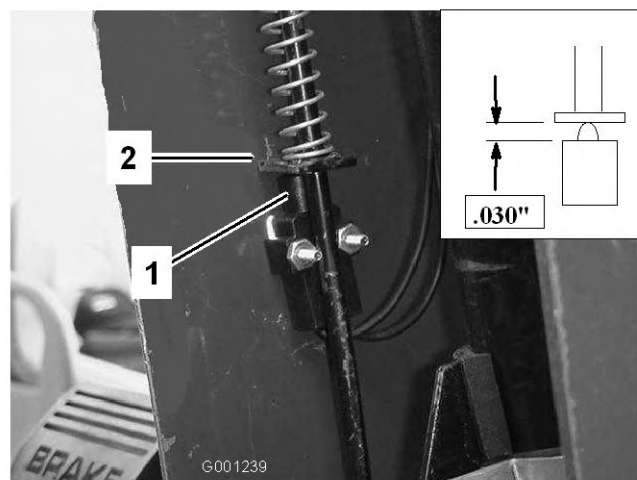

図 62
3. カバーを上スライドさせて駐車ブレーキ・スイッチを露出させる（図 62）。
5. 駐車ブレーキのロッドのパドルとスイッチのプランジャとを整列させる（図 62）。
6. 駐車ブレーキ・ロッドを押し下げ、スイッチが押し上げられてプランジャが圧縮された時のプランジャの長さを 0.762 mm とする (図 62)。これが、プランジャのハウジングの上端からパドルの表面までの距離となる。